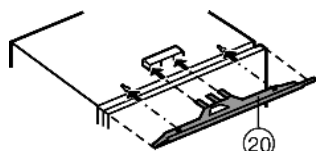

Fig. 10
- ▶ Установите выравнивающий козырек Fig. 10 (20) в устройство посередине: вдвиньте в перемычку и навесьте на замочные отверстия.